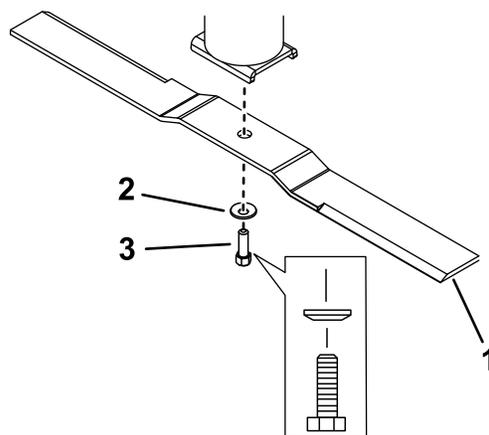

Bild 39
2. Entfernen Sie die Messerschraube, Wellenscheibe und das Schnittmesser von der Spindelwelle (Bild 39).